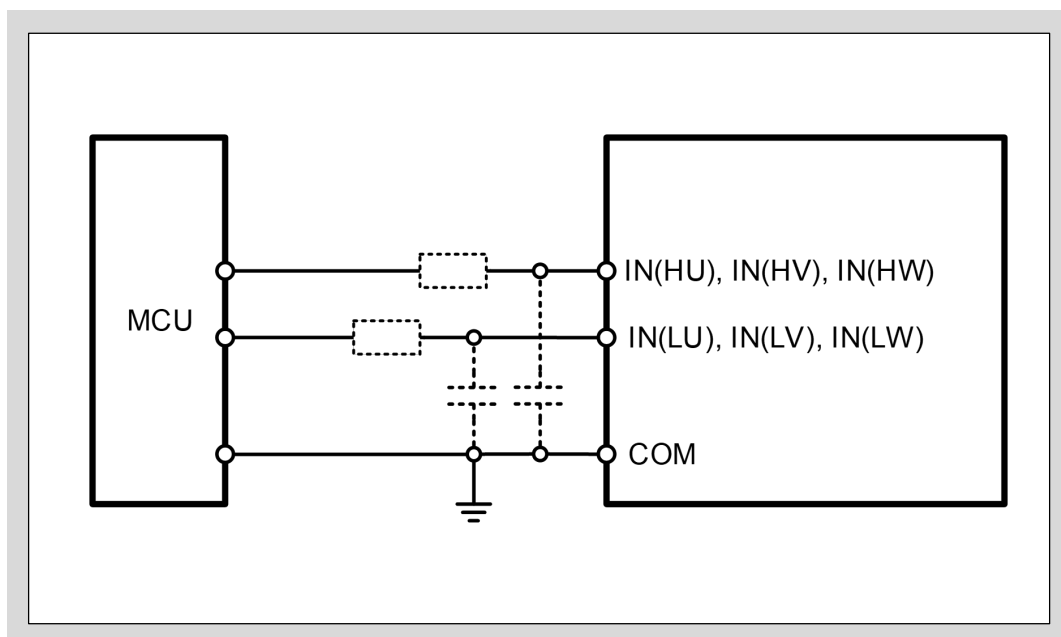
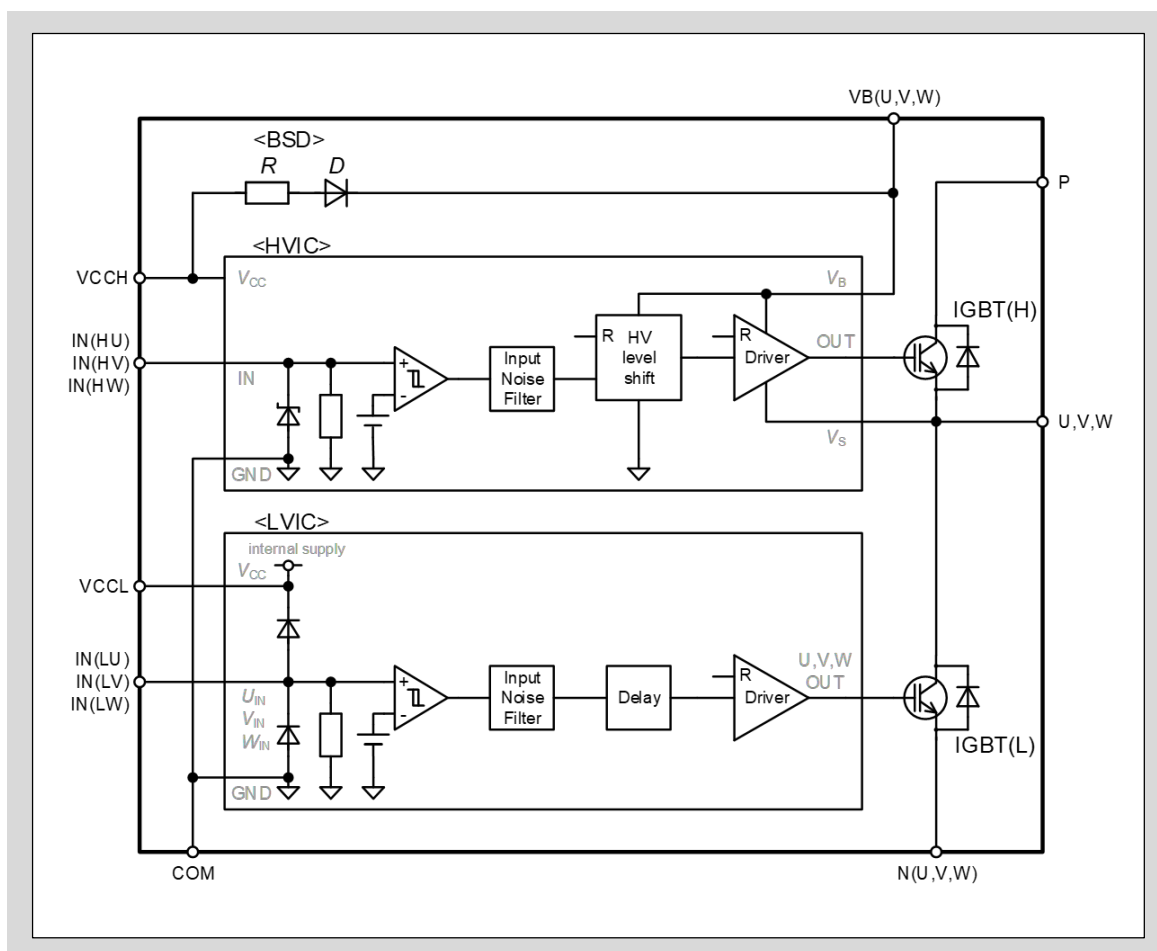

図3-15 IN(HU, HV, HW), IN(LU, LV, LW)端子とMPU I/Oとの推奨接続回路
図3-16 入力端子 IN(HU, HV, HW), IN(LU, LV, LW) 回路
- 図3-15にMPUと本製品の接続例を示します。入力端子は直接MPUに接続することができます。入力端子にはプルダウン抵抗を内蔵しており、外付けプルダウン抵抗をつける必要はありません。また、入力端子はハイアクティブ動作であるため、外付けプルアップ抵抗をつける必要もありません。
- 信号配線が長くノイズが重畳する場合は、図3-15に点線で示すRCフィルタ回路で除去してください。RとCの定数は、PWM制御方式やプリント基板の配線パターンに応じて調整してください。
- 本製品の入力端子はハイアクティブ動作です。この動作論理により、入力信号は制御電源の立上げ・立下げシーケンスにおいて制限が無いため、システムとしてフェイルセーフとなります。また、図3-16に示すように、入力端子にはプルダウン抵抗を内蔵しているため、外付けプルダウン抵抗を必要とせずシステムの部品点数を減らすことができます。さらに入力閾値電圧を低く設定していることにより3.3V電源のMPUに直接接続できます。
- MPUと本製品の入力端子間に外付けフィルタ抵抗を接続する際には、図3-16に示す入力端子のプルダウン抵抗を考慮して、入力端子電圧が入力閾値電圧以上になるよう設計してください。(例:図3-15の点線で示した部品の場合、 $R=100\Omega$, $C=1000\text{pF}$)
- 図3-16に示すようにVCCL-IN(LU, LV, LW)とIN(HU, HV, HW, LU, LV, LW)-COM端子間にダイオードが接続されています。これらのダイオードは本製品をサージ入力から保護する目的であるため、電圧クランプダイオードとして使用しないでください。本製品が破壊する恐れがあります。